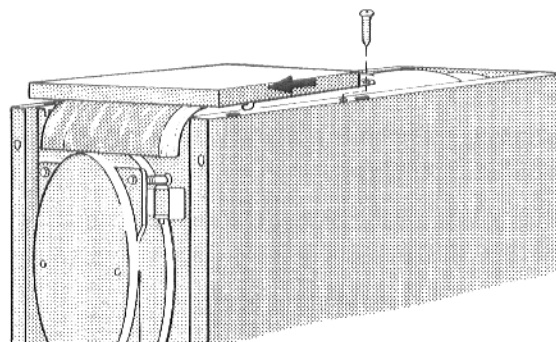

Fig. 8
- Poser le capot avant de la chaudière sur les rebords des panneaux latéraux droit et gauche, le tirer vers l'avant jusqu'à ce que les deux ergots s'enclenchent dans les fentes des panneaux latéraux (fig. 8).
- Fixer le capot avant de la chaudière en le vissant par ses languettes aux rebords des panneaux latéraux (fig. 8).